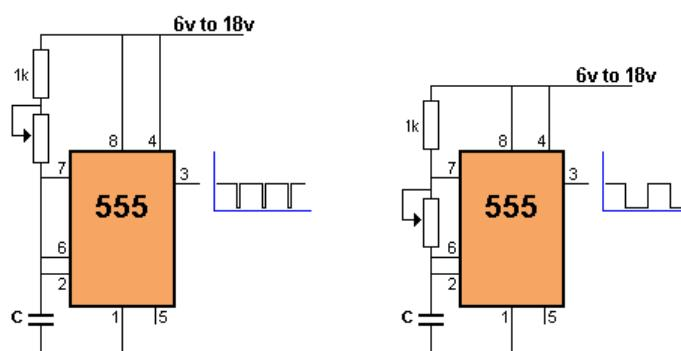

Figura 7 – CI 555 como astável.
**Questão 7** – Qual é a diferença entre os dois circuitos da Figura 7?